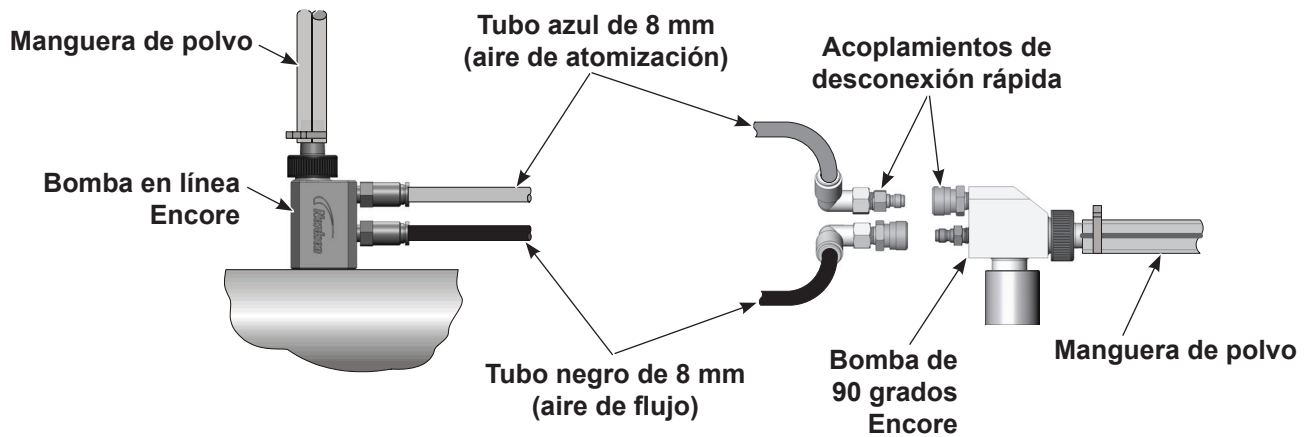

Figura 3-9 Conexiones de la bomba
3. Ver la Figura 3-9. Conectar el tubo de aire a los racores de la bomba.